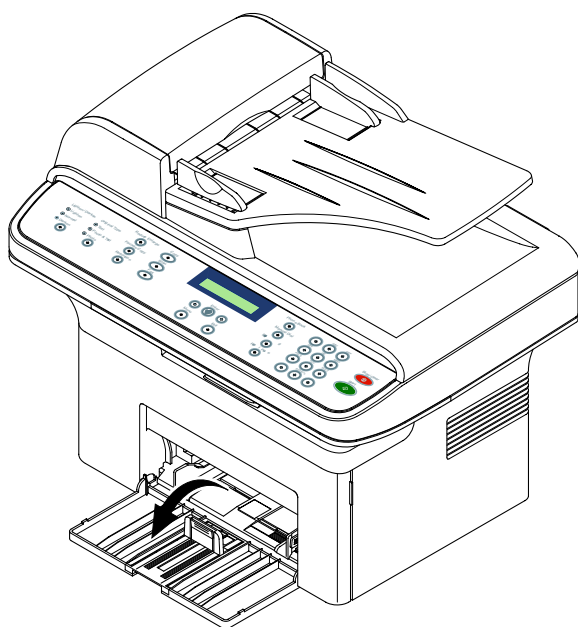

Рисунок 1
1. Откройте кассету лотка, рисунок 1.